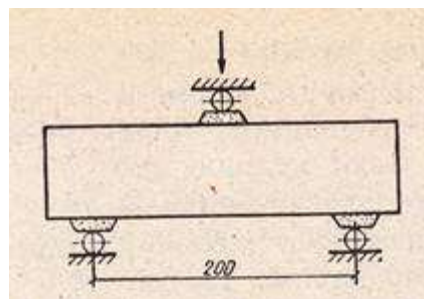

Рисунок 5 - Схема испытания кирпича на изгиб
*Предел прочности при изгибе* определяют путем испытания на гидравлическом прессе целого кирпича, уложенного плашмя на две опоры, расположенные на расстоянии 200 мм одна от другой, смотри рисунок 5.